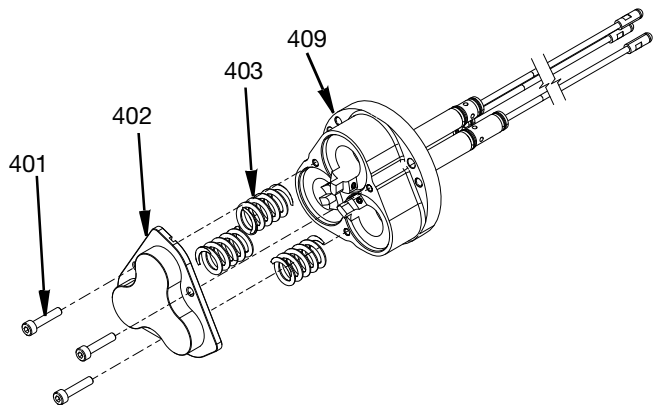

FIG. 33
9. Installare le molle (403) e il coperchio del cilindro (402). Installare le viti M4 SHCS (401) attraverso il coperchio del cilindro nell'alloggiamento del cilindro dell'aria (409). Applicare antigrippaggio alle viti (401) e serrare le viti M4 SHCS (401) in modo uniforme per comprimere le molle senza vincolare il gruppo. Serrare le viti M4 a 6,5 N•m (29,2 in-lb). Vedere FIG. 33.